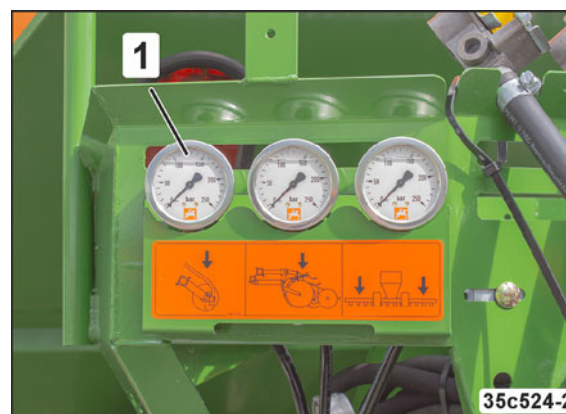

Fig. 113
- fra traktorsædet på manometeret (Fig. 113/1).